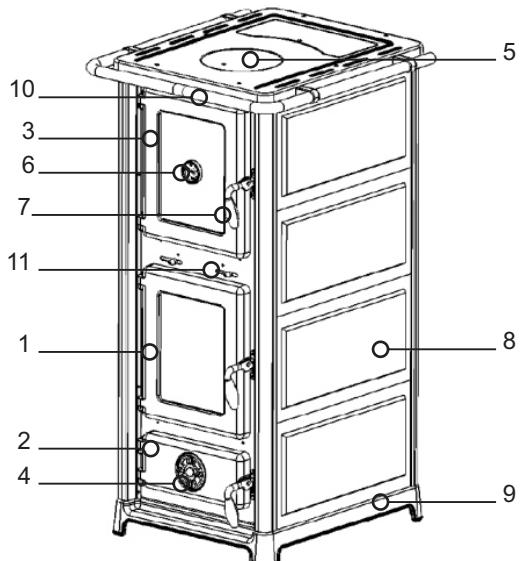

Рисунок 1
Верхняя поверхность - чугунная варочная поверхность(рисунок 1,позиция 5), с круглой вставной частью – конфоркой и крышкой пространства для чистки. Герметичность между варочной поверхностью и корпусом печи обеспечивает безасбестовый шнур.
Дверцы топочной камеры и духовки (рисунок 1,позиция 1,3) – чугунные и оснащены термостойким стеклом, дверца зольного ящика (рисунок 1,позиция 2) - чугунная с регулятором подачи первичного воздуха (воздушная заслонка, регулирующая интенсивность горения топлива) (рисунок 1,позиция 4).
Составные элементы печи (Рисунок 1):
- дверцу зольного ящика оставьте открытой до появления стабильного огня, после закрытия интенсивность горения регулируйте с помощью регулятора подачи воздуха (рисунок 1,позиция 3);
Регулятором первичного воздуха в печи Вы регулируете температуру, мощность и скорость сгорания топлива (Рисунок 1, позиция 8). Регулятор вторичного воздуха предназначен для ускорения процесса сгорания топлива, и чтобы стекло дверцы топочной камеры оставалось чистым. Комбинированием первичного воздуха находится на дверце зольного ящика и вторичного (задвижка находится над дверцей топочной камеры, (рисунок 1,позиция 7), достигается желаемая интенсивность горения.